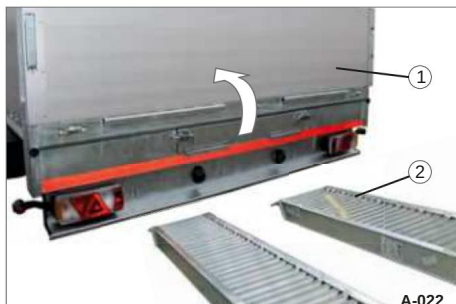

Fig. 28 Lukning af bagvæggen
• Luk den bageste sidepanel (fig. 28/1) - se side 170.